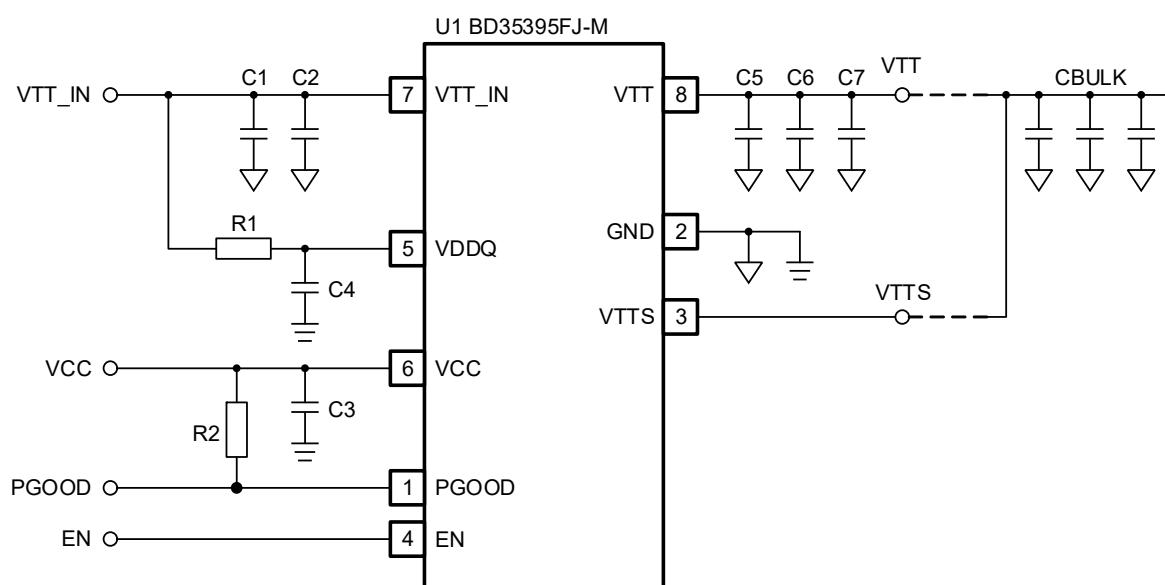
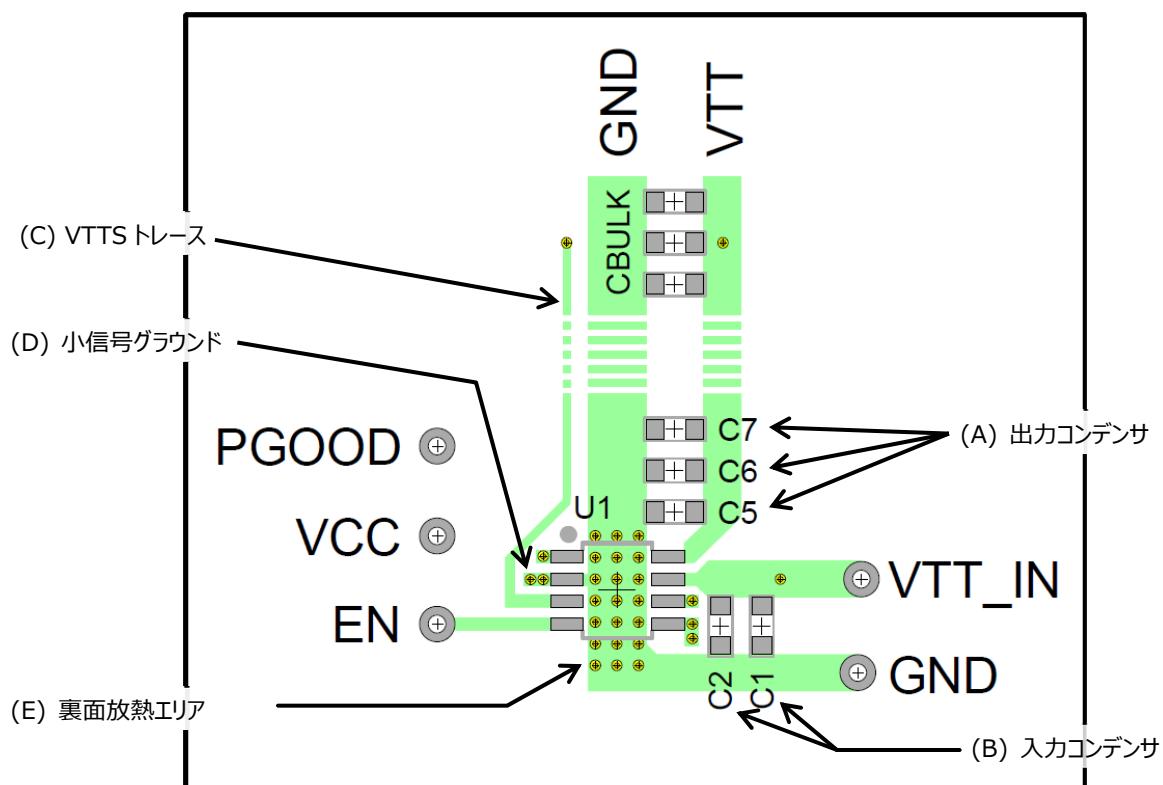

Figure 1. BD35395FJ-M 回路図
Figure 2. Top 側レイアウト (Top view)
BD35395FJ-M の代表的な回路図を Figure 1 に、PCB レイアウト例を Figure 2～5 に示します。
1. BD35395FJ-M のレイアウトで最も重要なトレースは出力コンデンサ C5、C6、C7 です。これらのコンデンサはアンプのループゲインの位相補償に関わり、配線による ESR（等価直列抵抗）および ESL（等価直列インダクタ）の影響を受けるため、これらの値が大きいと発振を起こす可能性があります。出力コンデンサはできる限り VTT(8)ピンの直近に配置してください (Figure 2. (A))。
2. 次に重要なレイアウトは入力コンデンサ C1、C2 です。出力側 (VTT) で負荷電流が増加すると、その電流は入力側電源 (VTT\_IN) から供給されますが、電流増加が急激な場合は入力電源からの供給が間に合わないため入力コンデンサ C1、C2 から供給されることになります。入力コンデンサと IC 間の配線インピーダンスが高いと、負荷電流が急激に増加した時、出力電圧が一瞬ドロップする可能性があります。入力コンデンサは広く短いトレースでピンの近くに配置してください (Figure 2. (B))。
4. 配線による電圧降下を補正するため、DDR-SDRAM 負荷の近くにバルクコンデンサを配置し、VTTS(3)ピンを DDR-SDRAM 負荷センス点に配線してください。VTTS(3)ピンは入力インピーダンスが高いためノイズに対して敏感です。ノイズにより出力電圧が変動する可能性がありますので、デジタル信号線を平行して配線しないことや、VTTS トレース直下のレイヤーはグラウンドにするなど、ノイズ源と容量結合が起こらないように配慮する必要があります (Figure 2. (C))。
5. VDDQ(5)ピンおよび VCC(6)ピンはノイズが少ない電源へ接続しますが、デカップリングコンデンサ C3、C4 のグラウンドも接続先に注意が必要です。VTT(8)ピンのソース/シンク電流の高電流ラインに関わるグラウンドに接続すると、共通インピーダンスの影響で、デカップリングコンデンサを介して VDDQ(5)ピンおよび VCC(6)ピンへノイズが注入される結果になります。C3、C4 のグラウンドは高電流が流れないグラウンドへ接続してください (Figure 2, 5. (D))。
6. エクスポートパッド（裏面放熱パッド）をグラウンドへ半田付けして放熱効率を良くする必要があります。放熱には Top 層のグラウンド領域に十分な放熱面積を備えている必要がありますが、Top 層に十分な面積が確保できないときは、内層や Bottom 層のグラウンドプレーンを使用し、IC の直下や近傍に複数のビアを設けて放熱性能を向上してください (Figure 2, 3, 4, 5. (E))。